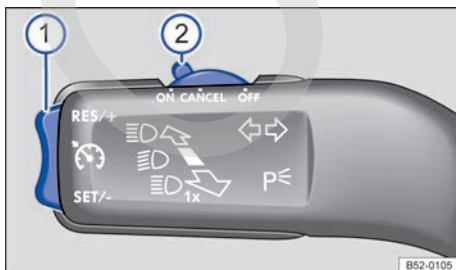

Fig. 101 En el lado izquierdo de la columna de dirección: mando y teclas para manejar el GRA.
- Desplace el mando → fig. 101 ② a la posición **ON**.